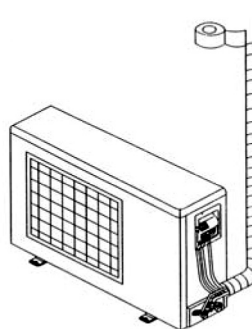

Fig. 5
(1) Fixez ensemble le tuyau de raccordement et les câbles à l'aide de ruban adhésif. Pour éviter que des condensats ne s'écoulent du tuyau d'évacuation, séparez le tuyau d'évacuation des liaisons frigorifiques et des câbles.
(2) Entourez les tuyaux de ruban d'isolation thermique à partir du bas de l'unité extérieure jusqu'à l'extrémité supérieure du tuyau, à l'endroit où celui-ci pénètre dans le mur. Lors de l'application du ruban d'isolation thermique, le dernier tour du ruban doit recouvrir la moitié du cercle avant du ruban (Voir Figure 5).
(3) Le tuyau isolé doit être fixé au mur à l'aide de colliers.